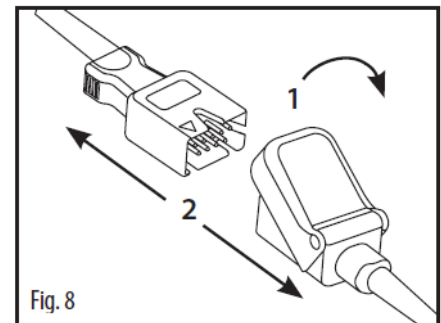

Fig. 30 Trennen des LNCS-Sensors vom LNC-Patienten kabel
Siehe Bild 8 in Fig. 30: Heben Sie die Schutzabdeckung an, um Zugang zum Sensoranschluss (1) zu erhalten. Ziehen Sie fest am Sensorstecker, um ihn vom Patienten kabel (2) zu trennen.